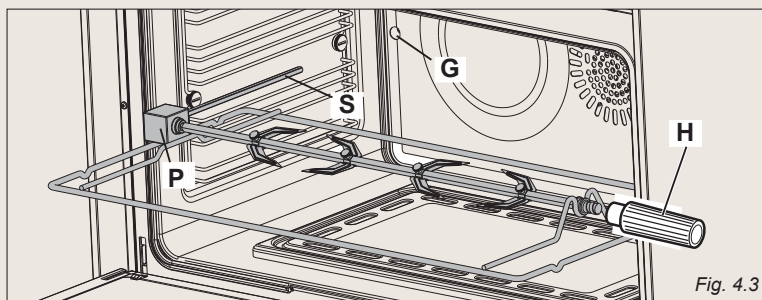

Fig. 4.3
- * Insérer la tige dans le trou du renvoi "P" (fig. 4.3) et enlever la poignée "H" en tournant vers la gauche.